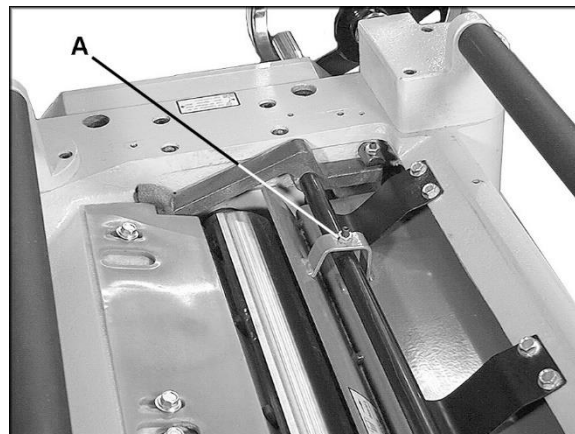

Рис. 24
- Ослабьте стопорные гайки (A, см. Рис. 24) с двух сторон стружколомателя и прокрутите установочные винты, чтобы поднять или опустить стружколоматель. Установочные винты следует
- Когда стружколоматель коснется мерного блока, затяните обе стопорные гайки (A, см. Рис. 24).